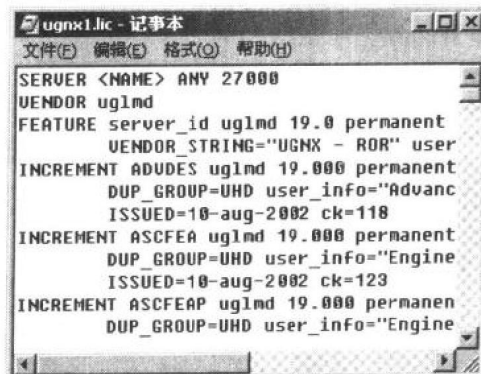

图 1.4 “ugnx1.lic”文件
(2) 进入光盘的 UG 目录, 用记事本打开如图 1.4 所示的“ugnx1.lic”文件。